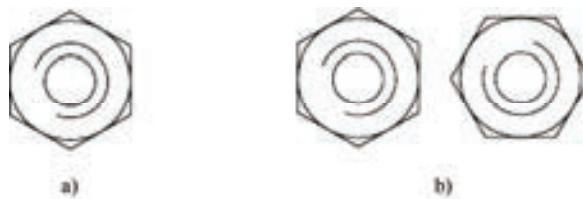

图 4-41 复制旋转
(1) 复制(C) 选择该选项，在旋转对象的同时，保留源对象。如图 4-41 所示。